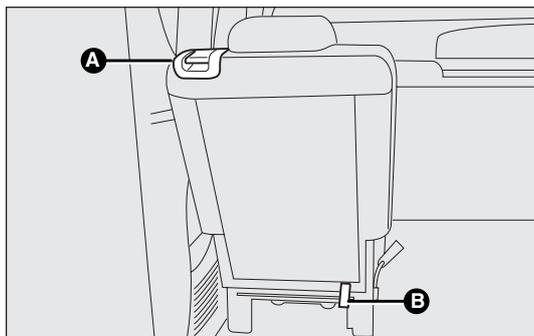

fig. 26c
- levante la palanca A-fig. 26c de sujeción del respaldo y abátalo hacia delante. El levantamiento de la palanca se confirma con una banda roja;
- tire de la cinta B-fig. 26c situada detrás de los respaldos de los asientos y abata hacia delante los asientos y los respaldos.
- levante la palanca A-fig. 26c de sujeción del respaldo y abátalo hacia delante. El levantamiento de la palanca se confirma con una banda roja ;
- tire de la cinta B-fig. 26c situada detrás de los respaldos de los asientos y abata hacia delante los asientos y los respaldos;
**ADVERTENCIA** Asegúrese de que el asiento esté bien fijado a las fijaciones del piso y que la palanca A-fig. 26c esté cerrada (“banda roja” no visible).